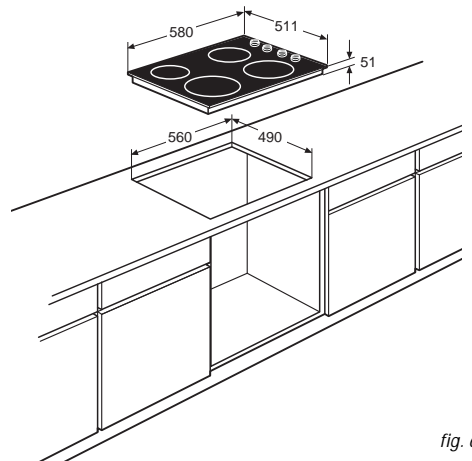

fig. 6
- Tracer les dimensions suivantes, 560 x 490 mm, sur le plan de travail pour l'encastrement de la table de cuisson (voir fig. 6).